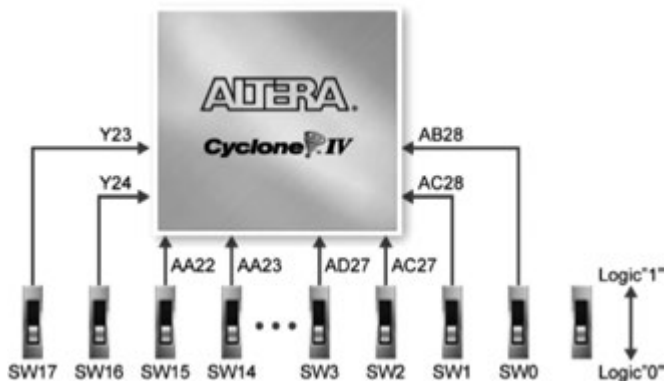

图 3-19 DE2-115 开发板开关量输入电路与 FPGA 器件 I/O 引脚的连接信息
(2) 对于 DE2-115 开发板,需要查阅用户手册(User Manual)以确定 FPGA 外围电路组件与其 I/O 引脚的对应关系。DE2-115 开关量输入电路与 FPGA 器件 I/O 引脚的接口信息如图 3-19 所示,发光二极管(Light Emitting Diode,LED)驱动电路与 FPGA 器件 I/O 引脚的接口信息如图 3-20 所示。